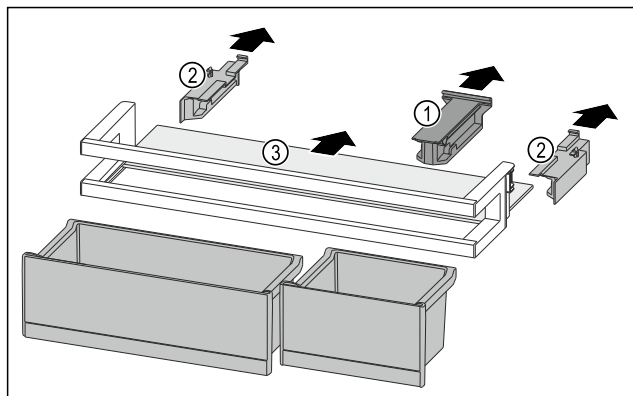

Fig. 198
- ▶ Držák Fig. 198 (1) stáhněte.
- ▶ Boční díly Fig. 198 (2) stáhněte.
- ▶ Odkládací plochu Fig. 198 (3) odeberte.